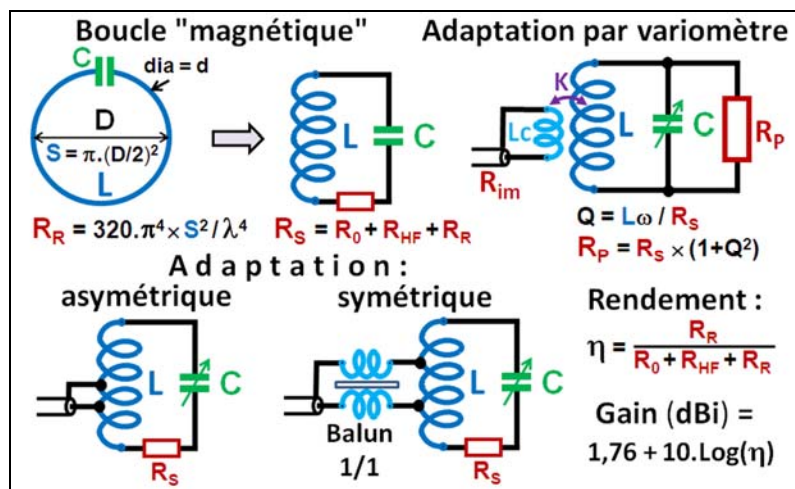

Figure 5 : Adaptation à une petite boucle
Vouloir faire rayonner une boucle magnétique relève du paradoxe. En effet, une boucle magnétique est sensée ne pas produire ou n'être pas sensible au champ électrostatique. Ceci ne peut être le cas que si le périmètre de la boucle est très petit devant la longueur d'onde pour considérer qu'elle est parcourue par un courant constant, sans être interrompu par un condensateur (pour réaliser l'accord). Le problème, c'est qu'une telle boucle ne rayonne pas. C'est d'ailleurs l'hypothèse que nous avons prise jusqu'ici. Si l'on veut obtenir une résistance de perte par rayonnement suffisante pour avoir un bon rendement, en augmentant le diamètre de la boucle, le courant n'est plus vraiment constant et les formules utilisées jusqu'ici s'avèrent fausses. Par ailleurs, dire qu'une antenne petite boucle n'est pas sensible au champ E rayonné ou ne rayonne pas de champ E est une absurdité. Cela ne serait vrai qu'avec un courant continu. Avec un courant alternatif, la bobine produit, comme le doublet, un champ **électromagnétique** qui a à la fois les propriétés d'un champ E et celles d'un champ H (3). Voir sur la figure 5 la problématique de l'adaptation.